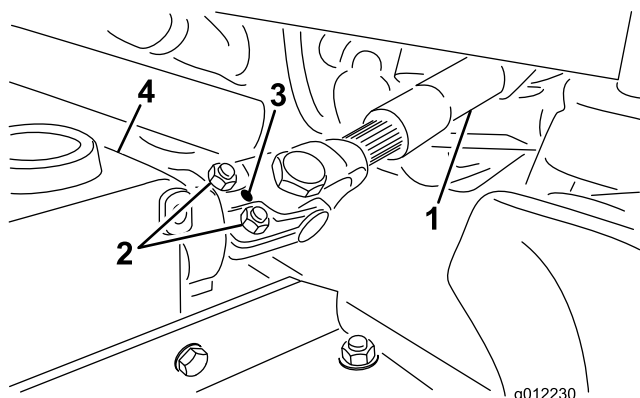

Figura 4
- A. Quite el pasador cilíndrico de la horquilla y del eje de la caja de engranajes (Figura 4).
- B. Afloje los 2 tornillos de caperuza y las contratuercas (Figura 4).
- C. Sujete la horquilla del extremo del árbol de la TDF al eje de la caja de engranajes con el pasador cilíndrico (Figura 4).
- D. Apriete las contratuercas para sujetar la horquilla al eje de la caja de engranajes (Figura 4). Apriete las contratuercas a 175 – 225 pulgadas-libra (20 – 25 N-m).